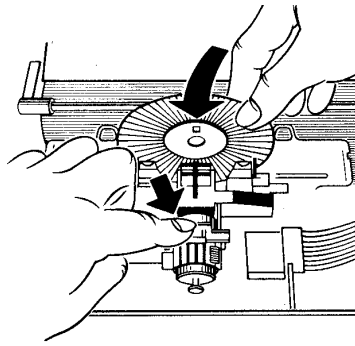

Abb. 2
1. Lassen Sie das gewünschte Typenrad hinter den beiden Typenradführungen so in die Maschine gleiten (Abb. 2), dass die beschriftete Seite zur Schreibwalze zeigt.